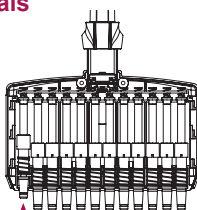

Bild 3
1. Drücken Sie leicht auf die Feder und ziehen Sie den Spitzenkonus nach oben, um ihn aus der unteren Schiene zu entfernen (Bild 3).